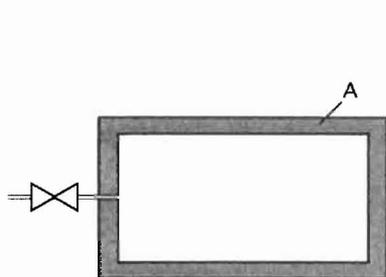
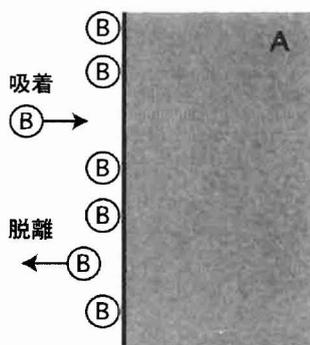

図 6-1
図 6-2
- ② このときの部屋IIの温度 T を求めよ。
- ① 上記の温度変化による部屋IIの全気体の内部エネルギー変化 ΔU_{II} を求めよ。
- ② また、部屋Iの気体になされた仕事 W_I を求めよ。
- (c) ① 上記の温度変化による部屋IIの全気体の内部エネルギー変化 ΔU_{II} 、部屋IIの気体になされた仕事 W_{II} 、反応により発生した熱 q_{II} の間にはどのような関係があるか、式で示せ。
- ② q_{II} を求めよ。
- ① 上記の反応のエントタルピー変化 ΔH および標準ギブズエネルギー変化 ΔG° を、 r を用いて示せ。
- ② この状態からピストン3を取り除いて、部屋IおよびIIの気体を混合し、再び平衡に到達させた。このときのXZのモル分率 N_{XZ} と X_2 のモル分率 N_{X_2} の比 N_{XZ}/N_{X_2} を、 r を用いて示せ。ただし、Aと他の気体は反応しないものとし、ピストン3の体積は無視できるものとする。
均一で清浄な平面と十分な厚みを持つ固体 A で作られた容器内部が真空に保たれている (図 6-1)。いま、時刻 $t=0$ で容器内部に気体 B を導入し、圧力 P に制御した。このときの容器内の気体 B が固体 A の表面に吸着する挙動について考える (図 6-2)。なお、気体 B は A 表面に単分子吸着するものとし、1つの吸着サイトには1つの気体分子しか吸着しないものとする。また、A の表面の単位面積当たりの吸着サイト数 (N) に対する、気体 B の吸着しているサイト数の割合を θ (表面被覆率) で表すものとする。なお、温度は常に一定に保たれているものとする。